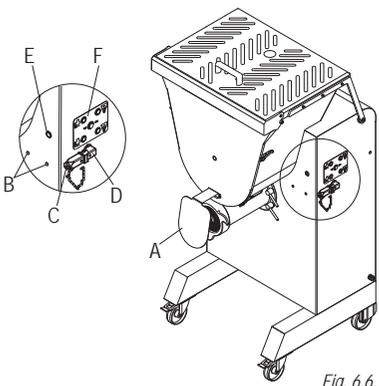
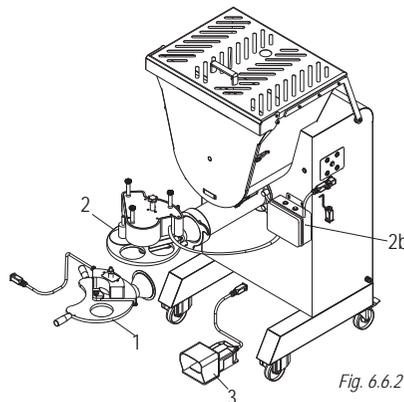

Fig. 6.6.1
Fig. 6.6.2
- 6.6.1 Paraspruzzi (A fig.6.6.1)
- 6.6.2 Amburgatrice semi automatica (1 fig.6.6.2)
- 6.6.3 Amburgatrice automatica (2 fig.6.6.2)
- 6.6.4 Pedaliera (3 fig.6.6.2)
### 6.6.2 Amburgatrice semi automatica (1 fig.6.6.2)
- una parte che viene rigidamente fissata alla bocca tramite la ghiera della bocca stessa (1 fig. 6.6.2);
- un connettore ILME maschio uscente da questa che va ad innestarsi al corrispondente femmina (D fig. 6.6.1) presente sulla macchina.
### 6.6.3 Amburgatrice automatica (2 fig.6.6.2)
- una parte che viene rigidamente fissata alla bocca tramite la ghiera della bocca stessa (2 fig. 6.6.2);
- una scatola elettrica (2b fig. 6.6.2) agganciata alla macchina tramite due piolini (B fig. 6.6.1) ;
### 6.6.4 Pedaliera (3 fig.6.6.2)
- Pedale (3 fig. 6.6.2);
##### 6.6.1 Paraspruzzi (A fig.6.6.1)